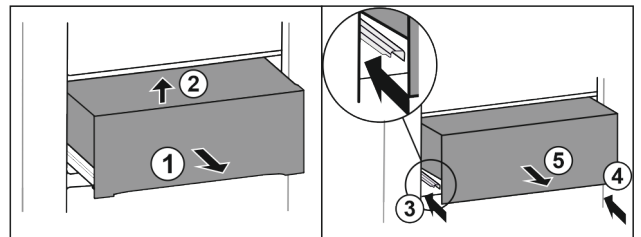

Fig. 24
- ▶ Extraer el cajón hasta la mitad Fig. 24 (1).
- ▶ Levantar por delante Fig. 24 (2).
- ▶ Introducir la guía izquierda Fig. 24 (3).
- ▶ Introducir la guía derecha Fig. 24 (4).
- ▶ Retirar el cajón hacia delante Fig. 24 (5).